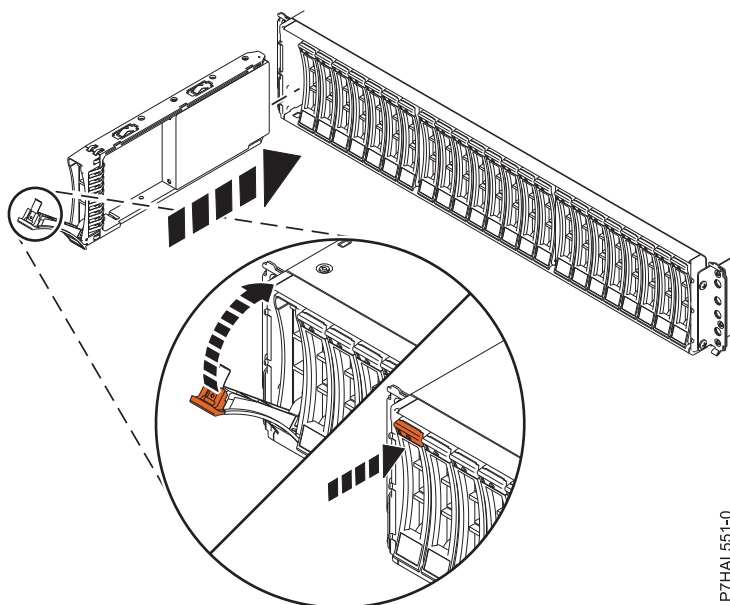

Figura 44. Substitució d'una unitat de disc a l'allotjament d'unitats de disc
3. Amb la nansa en posició desbloquejada, tal com es mostra a Figura 44 a la pàgina 46, aguanteu la part inferior de la unitat mentre l'alineeu amb les guies a la unitat d'expansió.
8. Bloquegeu la unitat fent girar la nansa del compartiment (A) en la direcció que es mostra a Figura 44 a la pàgina 46.